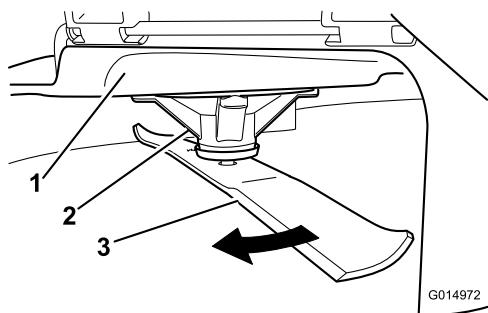

Figura 50
2. Indossando guanti ben imbottiti o altra protezione per le mani adeguata ruotate lentamente la lama da misurare in una posizione che consente la misurazione effettiva della distanza tra il tagliente e la superficie piana su cui si trova la macchina Figura 50).